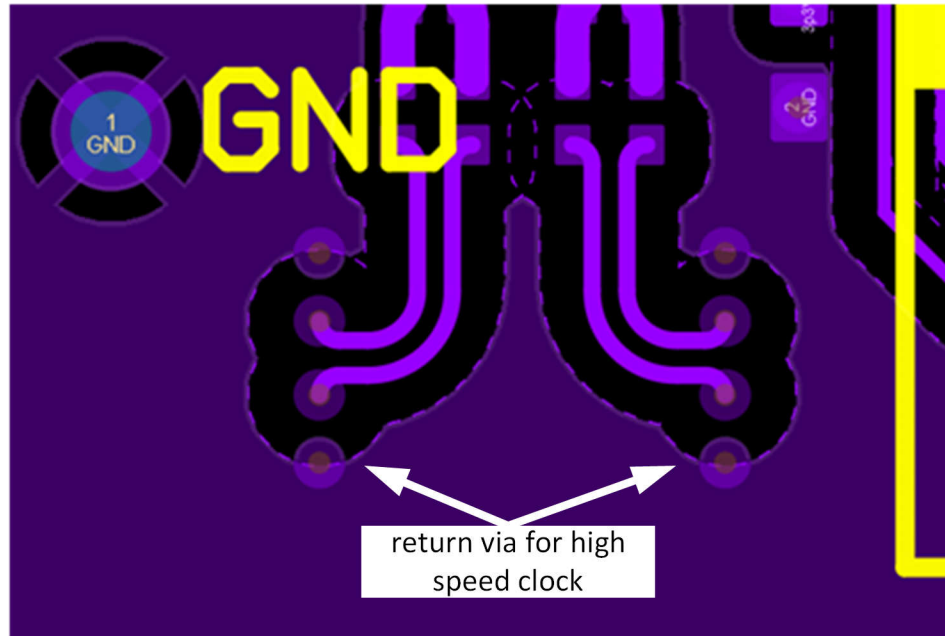

図 9-12. 高速クロックのリターンビア
8. ビアを使用して高速信号を別の層に遷移する必要がある場合は、基板をできるだけ遠くまで遷移させて (上下に最適なケース)、ビアの上部または下部にあるビア スタブを最小限に抑えます。レイヤーの選択が柔軟でない場合は、バックドリルまたは埋め込みのブラインド ビアを使用してスタブを除去します。層間の遷移を行うときは、常に臨界高速信号トレースの近くに 2 つのグランドビア (「リターンビア」) を配置して、近くのグランドリターンパスを提供します。例として 図 9-12 を参照してください。